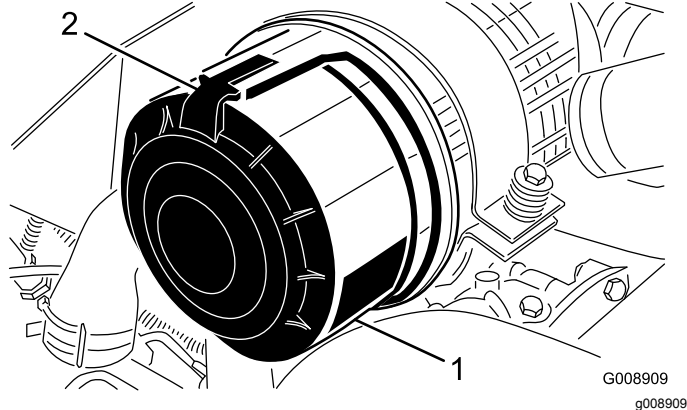

Figura 87
1. Abra los enganches que sujetan la tapa del limpiador de aire a la carcasa del limpiador de aire (Figura 87).